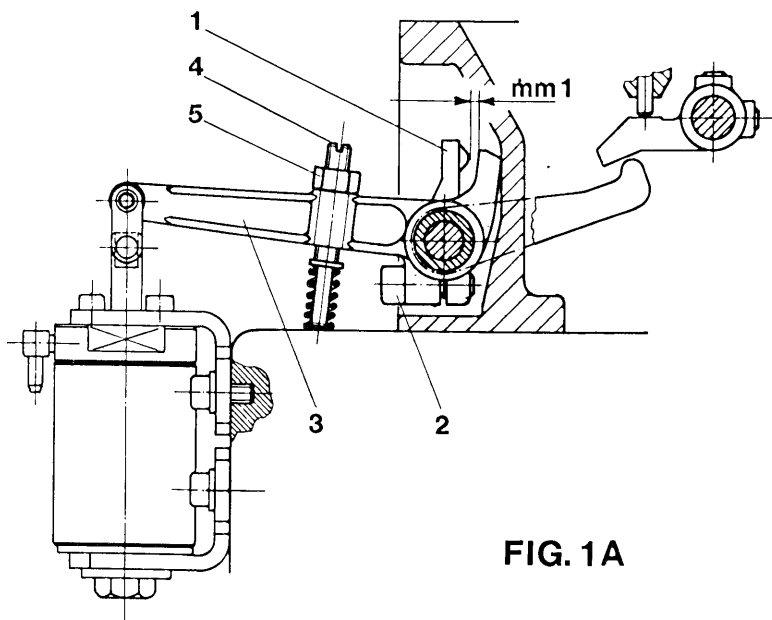

FIG. 1A
- con piedino in posizione bassa sul piano placca posizionare la testa della leva rif.1-fig.1A a circa 1 mm. dalla sua battuta sulla leva rif.3-fig.1A e fissarla in posizione stringendo a fondo la vite rif.2-fig.1A
- avvitare la vite rif.4-fig.1A fino a che la sua testa vada a contatto del basamento dando un ulteriore giro. Fissarla in posizione stringendo a fondo il dado rif.5-fig.1A.